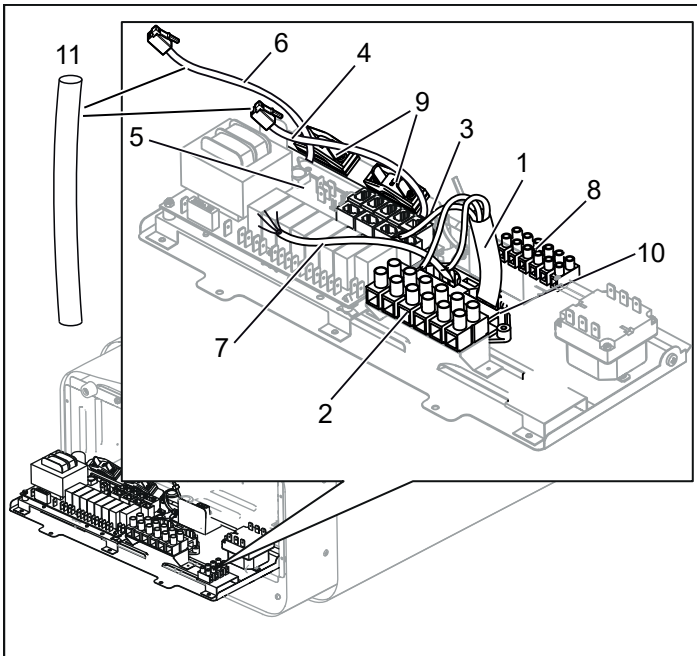
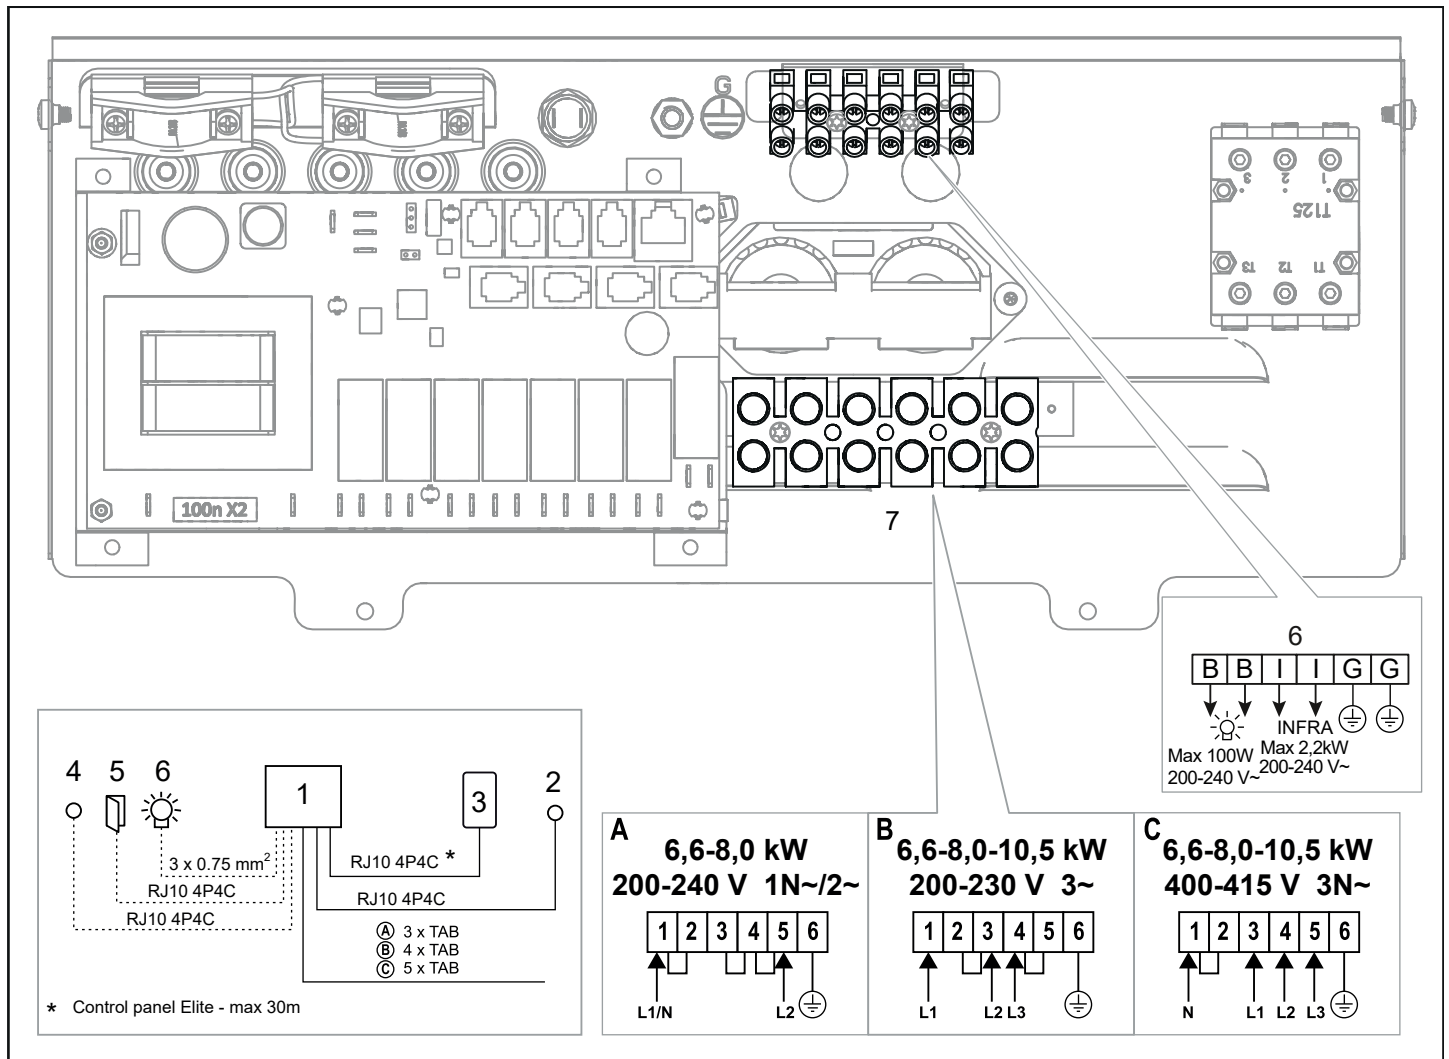
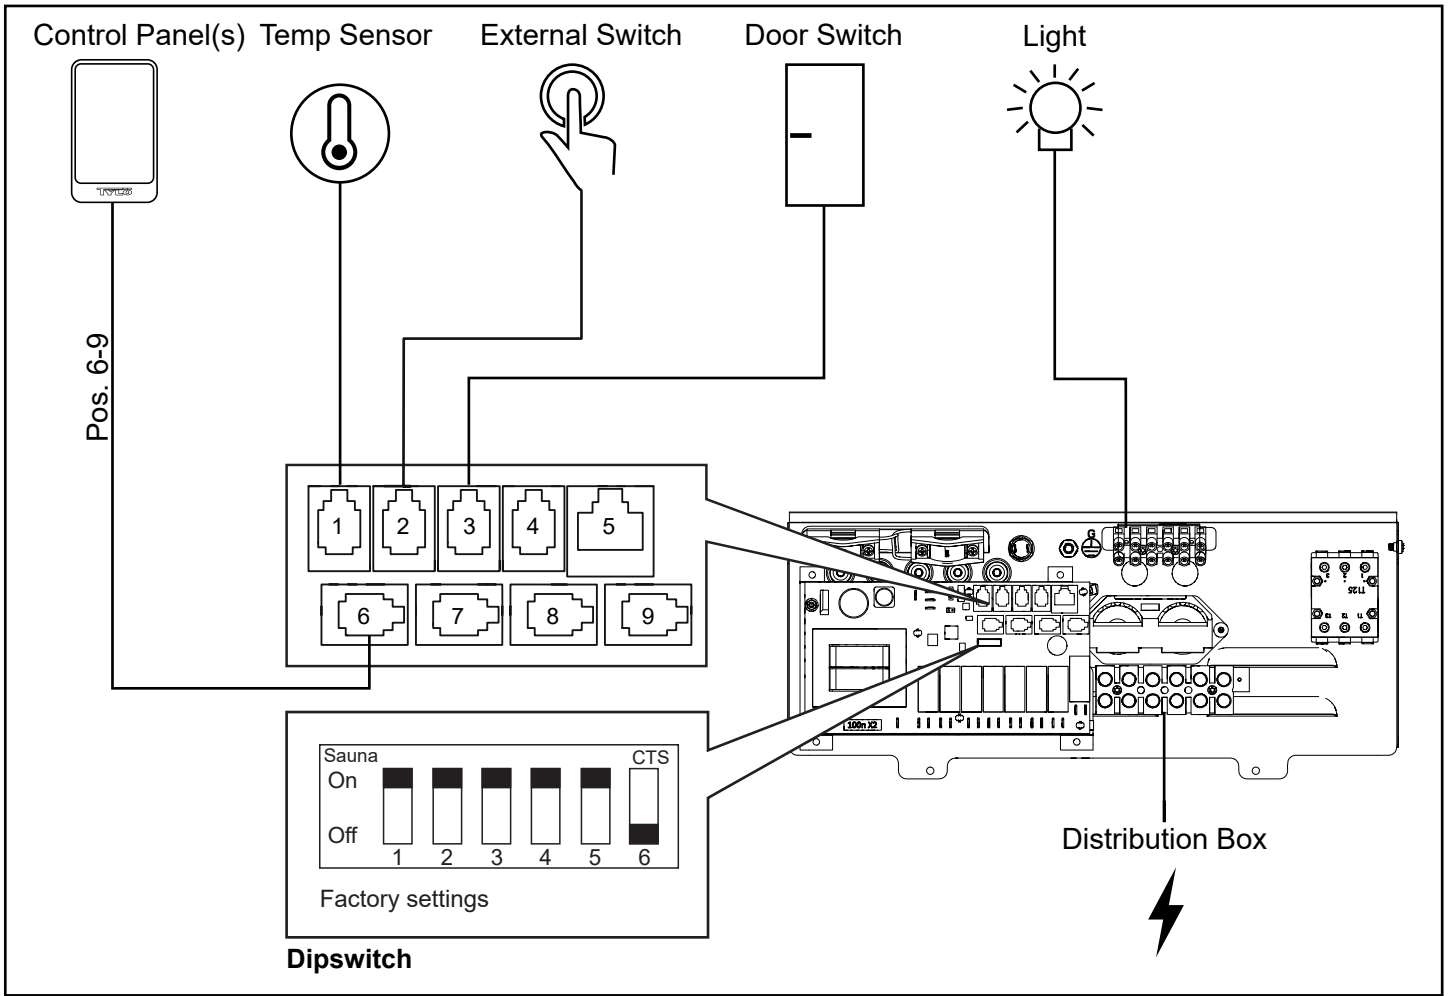

Figure 9 : Circuit imprimé
Figure 17 : Schéma de branchement
Figure 18. Schéma d'installation Sense Elite
3. Raccordez le câble électrique (voir figure 9), en suivant le schéma de raccordement (voir figure 17).
4. Acheminez les câbles du panneau de commande et de la sonde de température à travers les passe-câbles (voir figure 9). Raccordez le câble du panneau de commande à l'un des quatre connecteurs RS485 (positions 6-9) (voir figure 18).
5. Raccordez le câble de la sonde au contact NTC sur le circuit imprimé (position 1) (voir figure 18).
6. Raccordez, le cas échéant, le câble de l'éclairage (voir figure 9) en suivant le schéma de raccordement (figure 17).
Pour un raccordement à d'autres tensions ou d'autres nombres de phases ne figurant pas sur le schéma de raccordement (figure 17), contactez le service de maintenance Tylö.